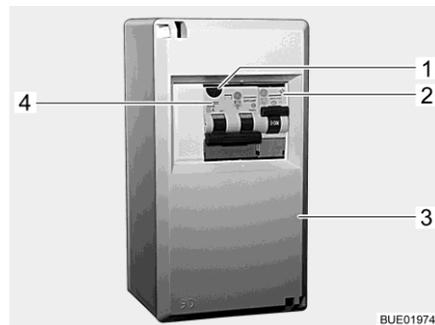

Fig. 129 Caja de fusibles de 230 V
Un interruptor de corriente de defecto / de protección de línea combinado (Fig. 129,4) en la caja de fusibles (Fig. 129,3) protege al vehículo completo de corrientes de defecto (0,03 A).
En los vehículos con equipamiento especial (p. ej. la instalación de aire acondicionado), un interruptor de protección de línea adicional (10 A) (Fig. 129,2) protegerá el aparato.
- Si el vehículo está conectado a la alimentación de 230 V, pulsar la tecla de prueba (Fig. 129,1). El interruptor de corriente de defecto debe disparar.